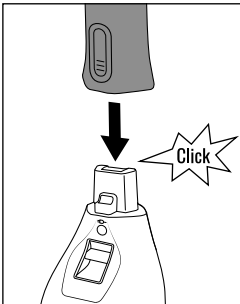

Fig. 1
- ◆ Insérez prudemment la poignée longue ② sur l'unité moteur ⑧, jusqu'à ce qu'elle s'enclenche audiblement (voir fig. 1).